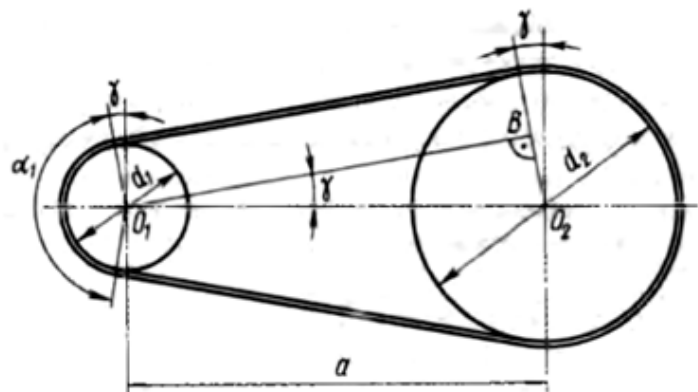

Рисунок 8 - Геометрические параметры ременной передачи
1. Межосевое расстояние a ременной передачи (рис.8) определяет в основном конструкция привода машины. Рекомендуется для передач плоским ремнем:
Из треугольника O_1BO_2 (рис.8):